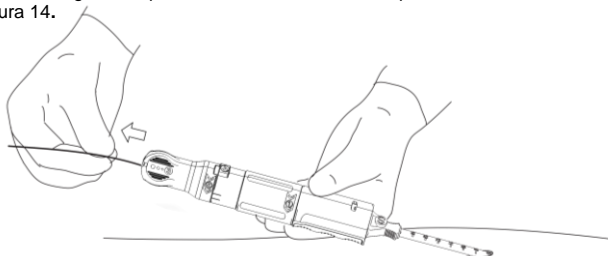

Figura 14. Remoção do fio-guia.
- a. Localize o indicador marcado com "3" e retire o fio-guia completamente do doente e do dispositivo de encerramento PerQseal®. A remoção do fio-guia pode ser realizada por um assistente. Figura 14.